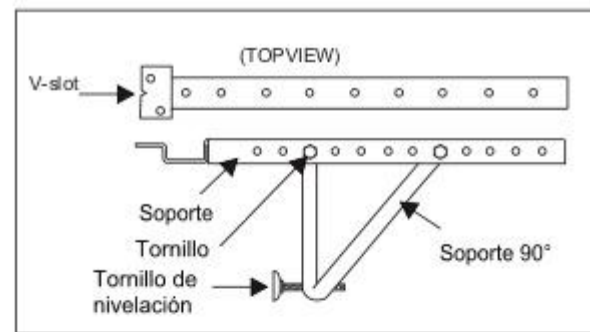

Fig.5
A. Coloque el soporte de apoyo angular de 90° según la (Fig. 5) con (2) tornillos de 1 1 / 2 "